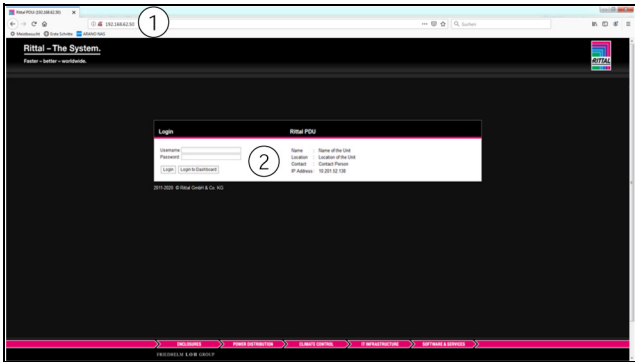

Abb. 35: Anmeldedialog zur Anmeldung am Gerät
- Geben Sie im Browser die angezeigte IP-Adresse ein. Im Beispiel <http://10.201.52.138> (vgl. Abb. 35, Pos. 1). Es wird der Anmeldedialog zur Anmeldung am Gerät angezeigt.
- Melden Sie sich als Benutzer „admin“ mit dem Kennwort „admin“ an (vgl. Abb. 35, Pos. 2)
- Geben Sie im Browser die Adresse **http://192.168.0.200** ein (Abb. 35, Pos. 1). Es wird der Anmeldedialog zur Anmeldung am Gerät angezeigt.
- Melden Sie sich als Benutzer **admin** mit dem Kennwort **admin** an (Abb. 35, Pos. 2).